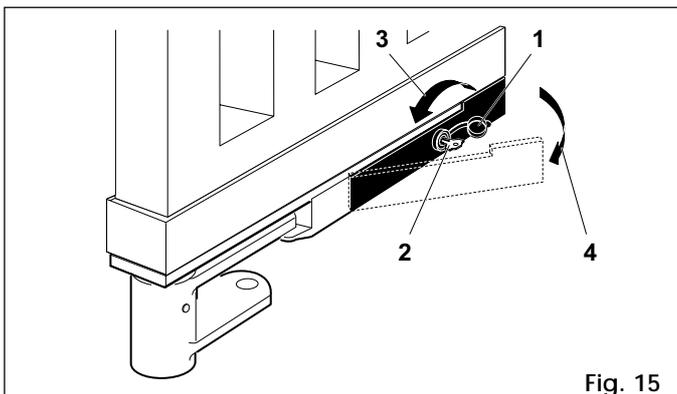

Fig. 15
- aprire il tappo di protezione della serratura (fig. 15-rif. 1)
- introdurre la chiave di sblocco nella serratura (fig. 15-rif. 2)
- ruotare la chiave nella direzione del pilastro fino a battuta (fig. 15-rif. 3)
- tirare la leva verso di sé (fig. 15-rif. 4)